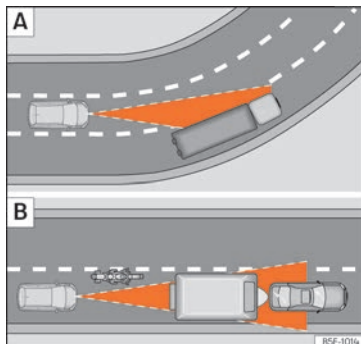

Abb. 107 **A** Fahrzeug in einer Kurve. **B** Vorausfahrender Motorradfahrer außerhalb des Erfassungsbereichs des Radarsensors.
Es ist möglich, dass die ACC das vorausfahrende Fahrzeug in der Kurve nicht erkennt oder die Entfernung zu Fahrzeugen einstellt, die sich auf anderen Fahrspuren befinden »» (Abb. 107)
- Versetzt fahrende Fahrzeuge oder Fahrzeuge, die außerhalb des Erkennungsbereichs des Sensors fahren, z. B. Motorräder »» (Abb. 107)